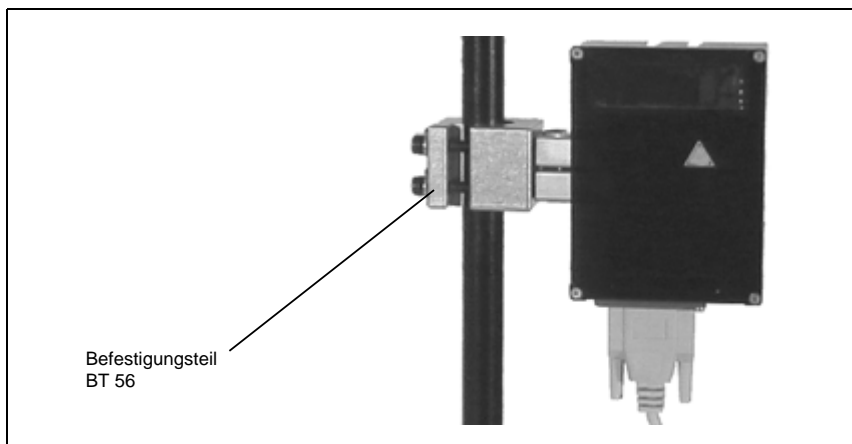

Bild 6.2: Befestigungsbeispiel BCL 40 "Stand alone"
- an den Schwalbenschwanz-Nuten unter Verwendung des entsprechenden Montage-zubehörs (siehe Bild 6.2)